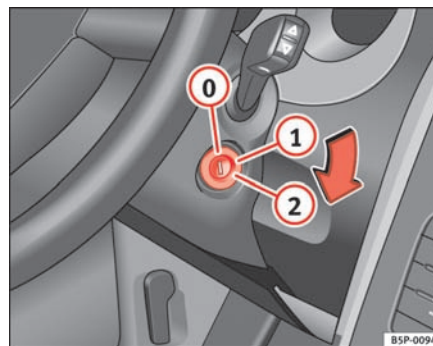

Fig. 131 Tændingsnøglens stillinger
I stillingen ⇒ fig. 131 er tændingen afbrudt og motoren standset, og rattet kan være låst.
- Drej tændingsnøglen til stilling ⇒ side 158, fig. 131 . Kontrollampen  lyser under motorforvarmningen.
- Drej tændingsnøglen til stilling ⇒ side 158, fig. 131 .